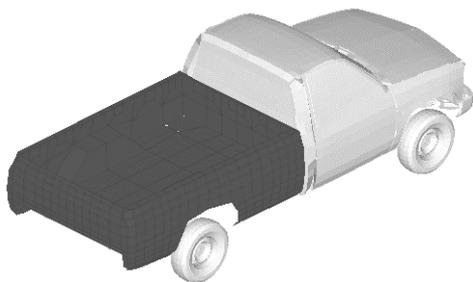

图 13-7 显示车身应力云图
- (1) 在工具栏单击 (🌈) 按钮进入 contour 面板。
- (2) 在模型浏览区单击 Selector (👉) 按钮激活选择器。
- (3) 选择 SHELL: BED 组件。
- (4) 单击 Add To Panel Collector (📁) 按钮，将车身添加进入 Components 集合器。
- (5) 切换 Result type 到 Stress(t)vonMises。
- (6) 单击 Apply 按钮，在 SHELL: BED 上显示应力云图，如图 13-7 所示。
- (7) 使用 Animation Controls 工具打开模型动画，观察车身组件上的应力云图。
- (8) 停止动画。